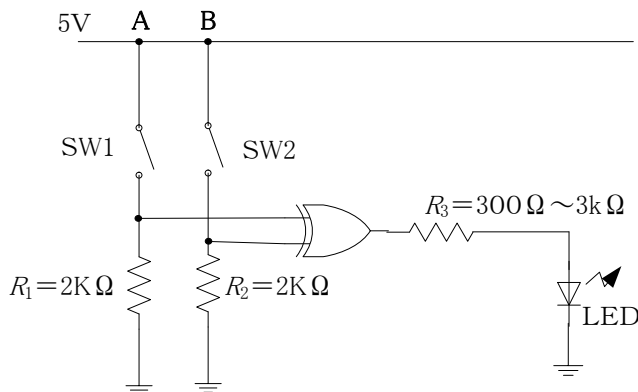

図5-6 排他的論理和(EX-OR)の回路図
- (1) 図5-6のように配線する。
- (2) 動作を確認して、結果を表5-6の真理値表に記録する。